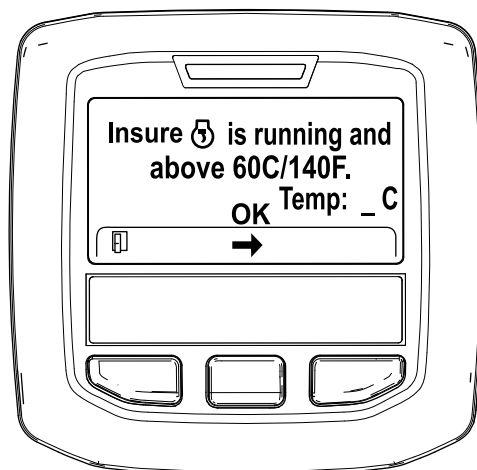

Figura 46
5. Si la temperatura del refrigerante se encuentra por debajo de 60 °C (140 °F) aparece el mensaje "Insure ☺ is running and above 60C/140F" (Asegúrese de que está funcionando y por encima de 60 °C/140 °F). (Figura 46).